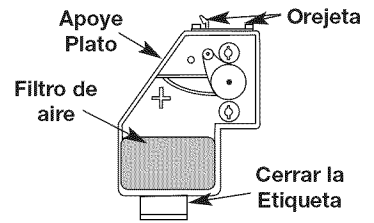

Fig. 27
- Retire el filtro de aire (Fig. 27).
- Vuelva a colocar el filtro (Fig. 27).